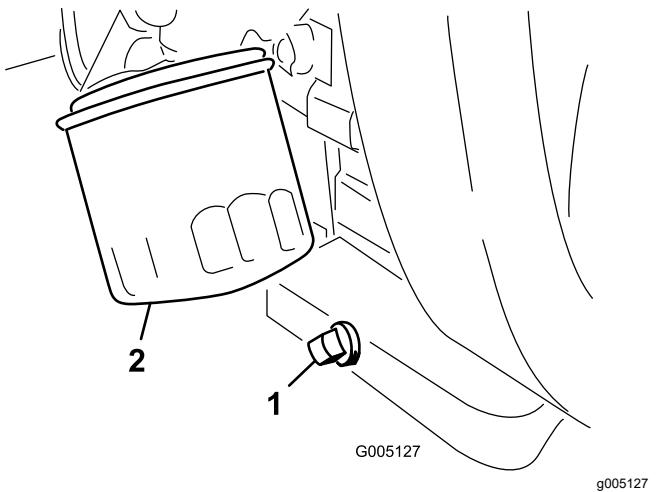

Figura 34
1. Retire o tampão de escoamento (Figura 34) e deixe o óleo escorrer para um recipiente adequado.
2. Limpe os roscados do tampão de escoamento, aplique vedante PTFE e coloque o tampão de escoamento (Figura 34).
3. Retire o filtro do óleo (Figura 34).